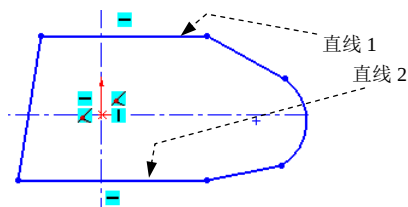

图 2.12.5 添加“水平”约束
Step1. 添加图 2.12.5 所示的“水平”约束。按住 Ctrl 键，选取图 2.12.5 所示的直线 1 和直线 2，系统弹出“属性”对话框，在  区域单击  按钮。